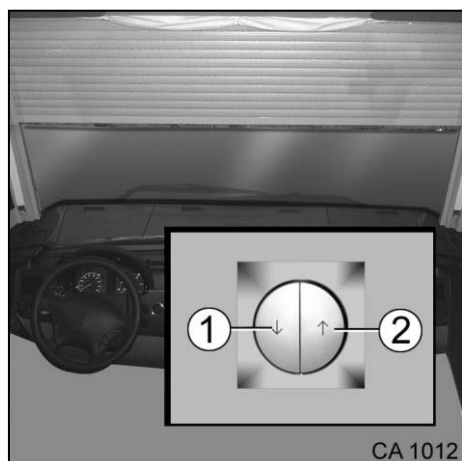

Fig. 97 Volet roulant électrique de pare-brise
1. Appuyer sur la touche ▲ (Fig. 97/2) et la maintenir appuyée pendant 5 secondes. Ce n'est qu'après que le volet roulant de pare-brise se met en mouvement.
1. Appuyer sur la touche ▼ (Fig. 97/1) et la maintenir appuyée pendant 5 secondes. Ce n'est qu'après que le volet roulant de pare-brise se met en mouvement.